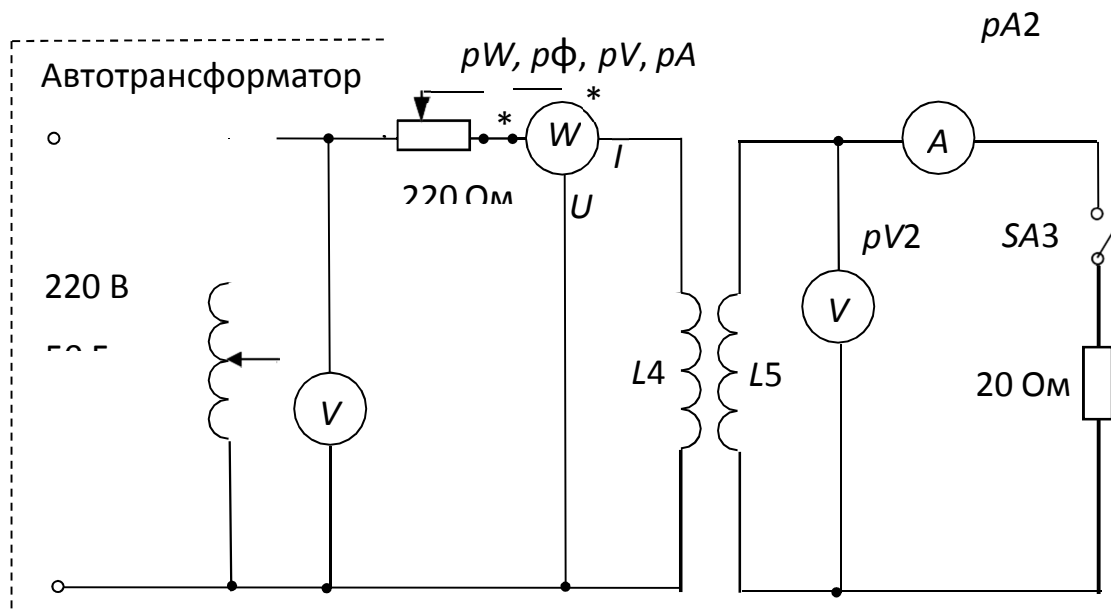

Рис. 6.6. Схема для исследования линейного трансформатора
4.6. Соберите электрическую цепь для исследования линейного трансформатора, схема которого приведена на рис. 6.6. В качестве его первичной и вторичной обмоток используйте катушки $L4$ и $L5$. Во вторичную цепь в качестве нагрузки включите резистор 20 Ом 50 Вт «Блока нагрузок». Для измерения токов и напряжений во вторичной цепи используются электронные амперметр ρA_2 и вольтметр ρV_2 «Блока измерительных приборов».